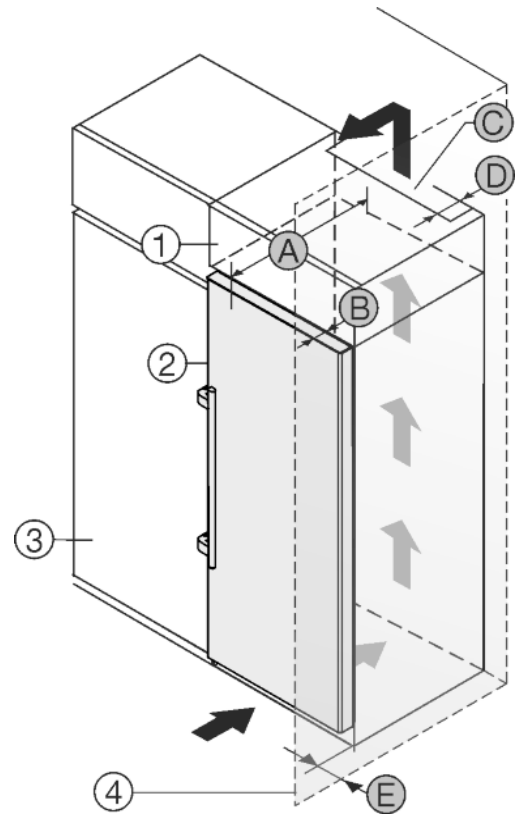

Fig. 20
Перед встановленням пристрою можна змінити його конструкцію відповідно до кухонної шафи. Щоб привести висоту пристрою Fig. 20 (2) у відповідність із розмірами кухонної ніші, можна встановити на нього спеціальну шафу Fig. 20 (1).
Пристрій можна встановлювати безпосередньо поряд із кухонною шафою Fig. 20 (3). Щоб мати можливість повністю відкривати дверцята, потрібно, щоб пристрій стояв на відстані глибина Fig. 20 (B) відносно передньої панелі кухонної шафи. Залежно від глибини кухонної шафи та використання пристінних розпірок пристрій може ще більше видаватися вперед.
- Глибина Fig. 20 (D) вільного простору вздовж усієї задньої сторони шафи повинна бути.
- Слід дотримуватись вентиляційного отвору *Fig. 20 (C)* в стелі приміщення.
Якщо пристрій з шарнірами встановлюється поряд зі стінкою *Fig. 20 (4)*, слід дотримуватись відстані *Fig. 20 (E)* між пристроєм та стінкою. Це відповідає необхідній відстані для ручки після відкривання дверцят.